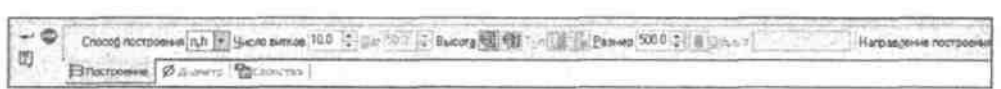

Рис. 6.2. Панель свойств команды **Спираль цилиндрическая**
4. После вызова команды на экране появится Панель свойств, на которой нужно выбрать способ построения спирали и ввести ее геометрические характеристики (рис. 6.2). Во вкладке **Построение** установите следующие параметры спирали: